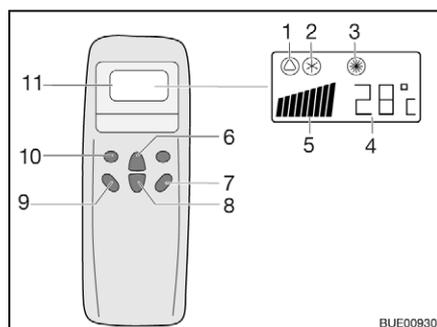
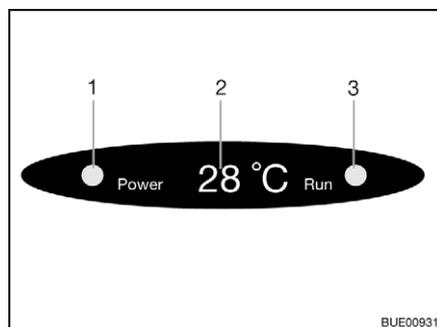

Fig. 214 Mando a distancia
Fig. 215 Indicación en el difusor
- Pulsar la tecla "ON/OFF" (Fig. 214,7).
- Pulsar la tecla "Mode" (Fig. 214,10) las veces que sean necesarias hasta que se visualice el modo de funcionamiento deseado (Fig. 214,1, 2 ó 3) en el display. La luz de control correspondiente en la indicación del difusor (Fig. 215,3) estará encendida.
- Ajustar la temperatura deseada con las teclas Aumentar temperatura (Fig. 214,6) o Reducir temperatura (Fig. 214,8).
- Seleccionar la etapa deseada del ventilador con la tecla Velocidad del ventilador (Fig. 214,9).